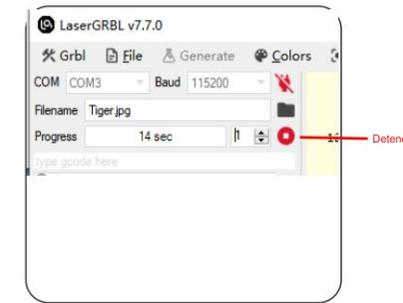

Figura 19 Detener el grabado/corte
- Detener el grabado/corte • Si desea detener el grabado/corte mientras la máquina está en funcionamiento, puede hacer clic en el botón de detención como se muestra en la Figura 19 para detener el grabado/corte.